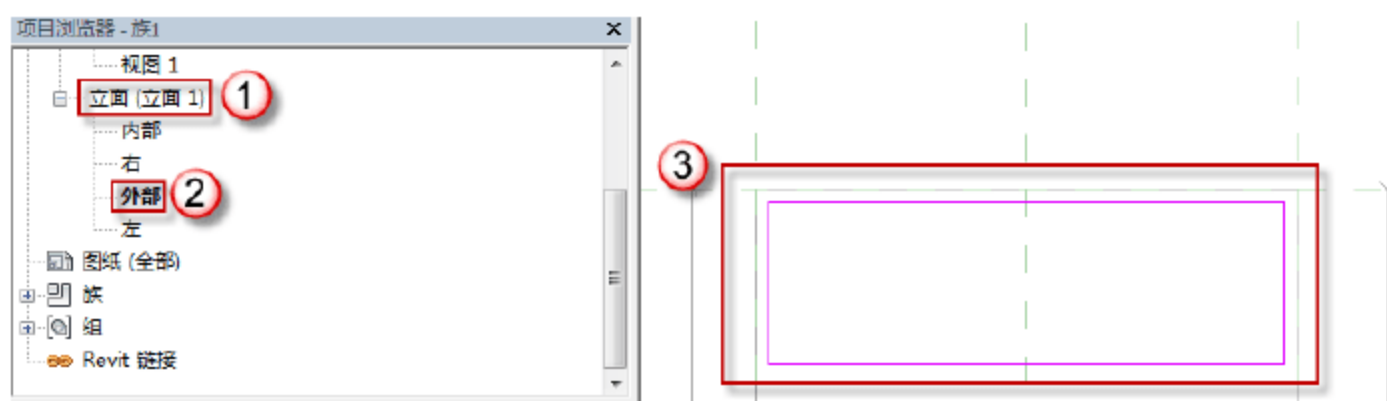

图 6.1.64 双开门上部窗户玻璃
(18) 绘制双开门上部窗户玻璃。选择“项目浏览器”中的“立面(立面1)”→“左”选项,可以进入双开门 M2030 的外部立面视图,选择“创建”→“拉伸”命令,进入“修改|编辑拉伸”界面,用菜单中的绘制工具绘制双开门上部窗户玻璃,绘制完成后,单击√按钮,完成绘制,如图 6.1.64 所示。